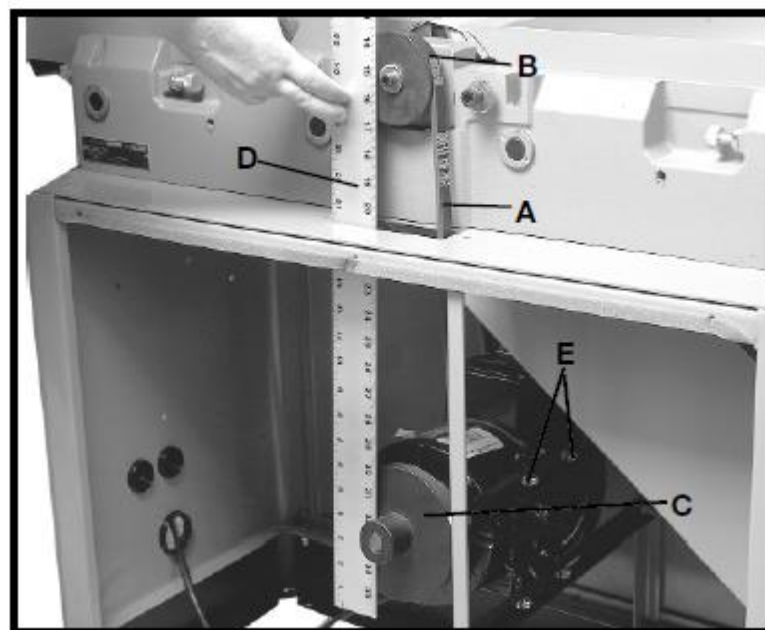

Рис. 6
1. Поместить ремень (А), рис. 6, в канавку шкива режущего вала (В) и шкива двигателя (С).
2. Проверить, чтобы шкив (С) двигателя, рис. 6, был надлежащим образом совмещён со шкивом (В) режущего вала, приложив поперечную линейку (D), рис. 6, к торцам каждого шкива, как показано на рисунке.
3. При необходимости в регулировке шкив двигателя можно перемещать вперёд-назад по валу двигателя, либо двигатель можно смещать, ослабив крепёжные болты, два из которых показаны в поз. (Е), рис. 6. После выполнения регулировки затянуть крепёжные элементы двигателя и установочный винт шкива двигателя.